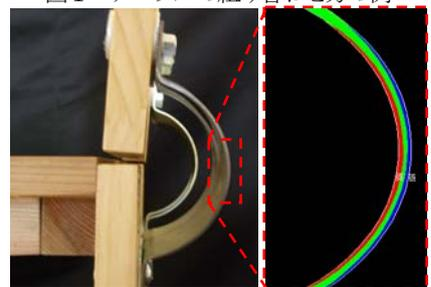

図2 左:イスの接合部 右:応力分布解析図
- (4) 市販されている木製のイスの多くは, 背もたれに曲げ加工をしたLVL合板が利用されている。しかし, イスを製作するにあたって, 茨城大学には木材を曲げ加工をする設備がないため, イスの背板と座面の接合に金属のプレートを用いることで, 背もたれに傾きをもたせた。また, 金属プレートを板状でなく半円状のものを使用することで, 図2に示すように, 背もたれに負荷が生じた時の応力が分散するようにした。